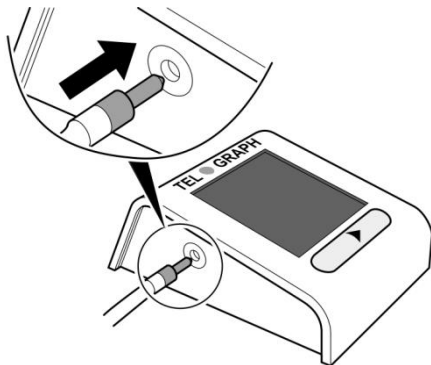

Abb. 6: Luftschlauch einstecken
- 1) Stecken Sie den Luftschlauchanschluss in die Luftschlauchbuchse auf der linken Seite des Messgeräts (Abb. 6).